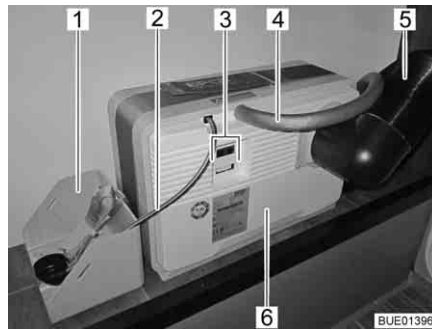
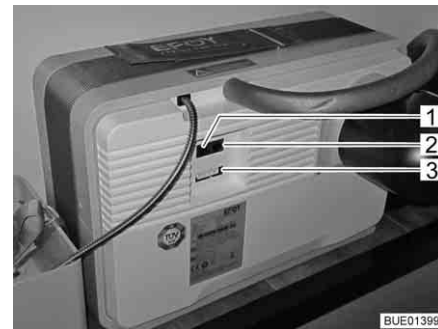
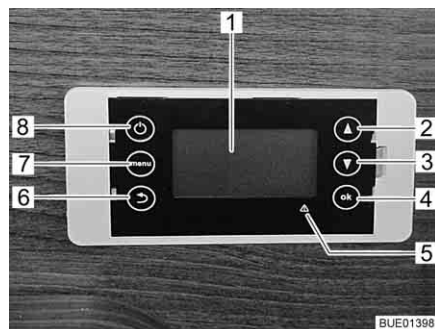

Bild 135 Brennstoffzelle mit Tankpatrone
Bild 136 Anschlussfeld Brennstoffzelle
Bild 137 Bedieneinheit Brennstoffzelle
Die Brennstoffzelle besteht aus mehreren Komponenten, die im Heckstauraum eingebaut sind (Bild 135), sowie aus einer Bedieneinheit (Bild 137) im Wohnbereich.
An der Brennstoffzelle (Bild 135,6) befinden sich:
- der Anschluss für den Abluftschlauch (Bild 135,4) bzw. die Einfüllöffnung für das Service-Fluid
- das Abwärmerohr (Bild 135,5)
- elektrische Anschlüsse (Bild 135,3) mit Datenschnittstelle (Bild 136,2), Geräteanschluss (Bild 136,3) und Anschluss für das Bedienpanel (Bild 136,1)
Zur Brennstoffzelle gehört eine Tankpatrone, die über den Tankanschluss (Bild 135,2) mit der Brennstoffzelle (Bild 135,6) verbunden ist.
Die Tankpatrone ist im Tankpatronenhalter (Bild 135,1) festgezurt.
Die Brennstoffzelle lädt automatisch die Wohnraumbatterien, wenn die Spannung der Wohnraumbatterien unter 12,3 V sinkt und die Brennstoffzelle über die Ein/Aus-Taste (Bild 137,8) eingeschaltet ist.
Das Display (Bild 137,1) der Bedieneinheit ist vierzeilig.
Mit der Menü-Taste (Bild 137,7) lässt sich das Hauptmenü aufrufen:
Bei Störungen leuchtet die rote Störungsanzeige (Bild 137,5) und auf dem Display erscheint eine Meldung. Die Meldung besteht aus einem Fehlercode und Hinweisen, wie die Störung behoben werden kann.